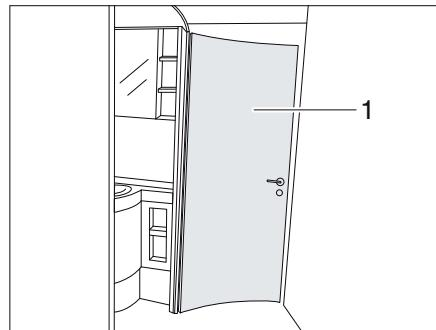

Fig. 236 Cuarto de baño
La puerta de la zona de aseo (Fig. 236,1) se puede bloquear según equipamiento a un amplio cuarto de baño en 1-3 anchos de abertura diferentes. Dependiendo del ancho de abertura seleccionado se interconectan diferentes partes de habitación.
- La puerta de la zona de aseo (Fig. 236,1) no debe utilizarse durante el viaje como separador de habitación.